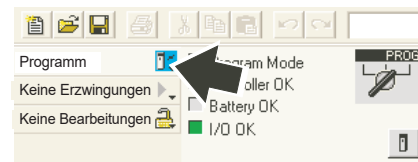

Abbildung 4.3.21j Klicken auf das „Programm“-Symbol
8. Klicken Sie mit der linken Maustaste auf das Symbol „Programm“ (Abbildung 4.3.21j) und wählen Sie im Menü, das erscheint, „Offline gehen“.